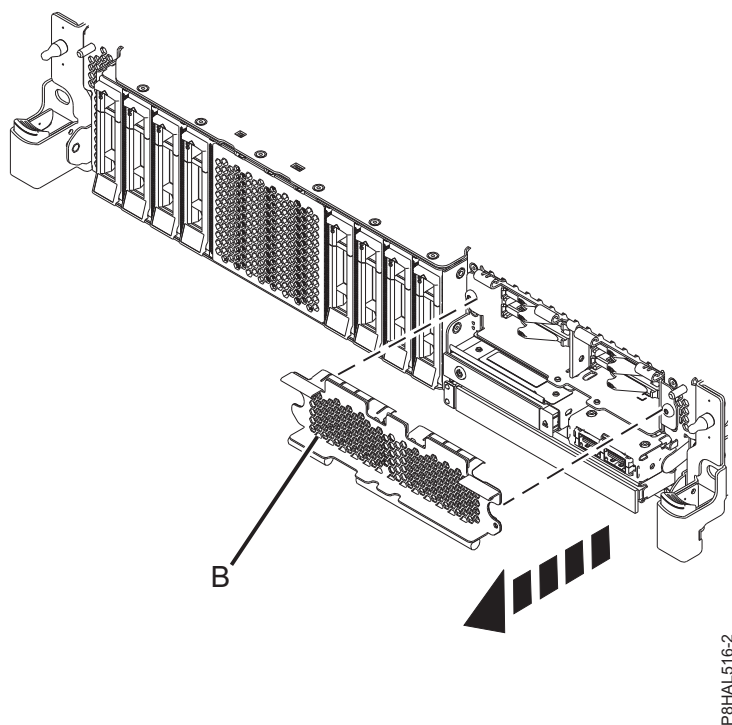

Figura 52. Extracció de la coberta del receptacle de l'SSD per accedir a les ranures en un sistema de funció expandida
11. Per accedir a les ranures de l'SSD, traieu la placa perforada (**B**) que tapa el receptacle de l'SSD tal com es mostra a la Figura 52.